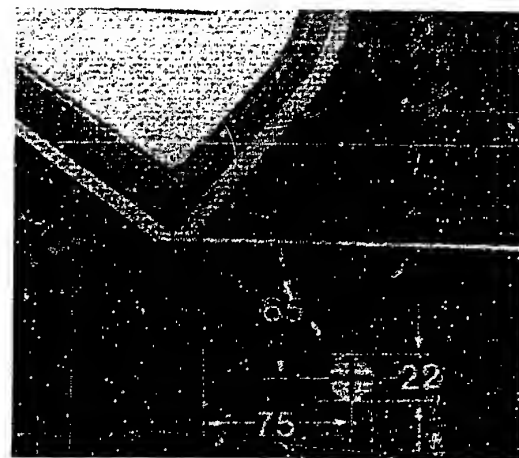

Bild 55 Einbaumassee (mm) der Antenne am Kotflügel hinten links.
a) Die **Antenne** wird mit einer Gummitülle in den Kotflügel hinten links eingeschraubt. Die Verbindung zur Karosserie stellt ein Massekabel her. Die Masse für das Antennenloch sind aus Bild 55 ersichtlich. Das Antennenkabel und eine Zusatzleitung für die automatische Antenne sind ab Werk nicht eingezogen.